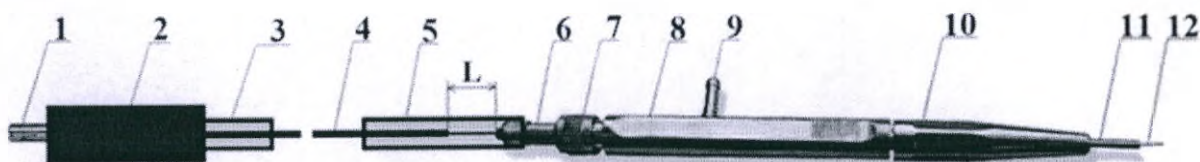

Рисунок 13 Схема и составные части световода
Присоединять световод к аппарату и отсоединять световод от аппарата следует, держа только за ручку 2 на световоде (смотри рисунок 13)!
10.2.7 Произведите дезинфекцию и предстерилизационную очистку фиксатора насадок 10 (смотри рисунок 13), снятого со световода, и насадки 11, которая будет установлена в световод для использования.
10.2.13 Снимите с входного разъема 1 световода (смотри рисунок 13) защитный колпачок, вставьте разъем в гнездо лазерного аппарата и зафиксируйте разъем вращением ручки 2 по часовой стрелке.
10.3.3 Выпрямите световод на участке защитной трубки 5 (смотри рисунок 13) и определите примерно, на каком расстоянии находится свободный торец защитной трубки 4 от торца втулки 6 (на рисунке 13 это расстояние обозначено буквой L).